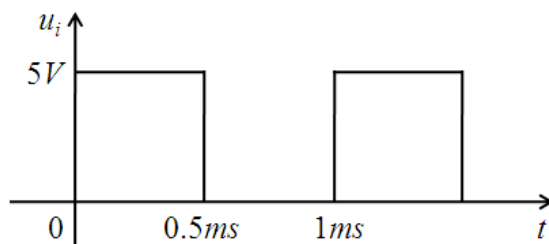

图 3.2
- 2) 零状态响应的输入信号如图 3.2 所示，幅度为  $5V$ ，周期为  $1ms$ ，脉宽为  $0.5ms$ 。